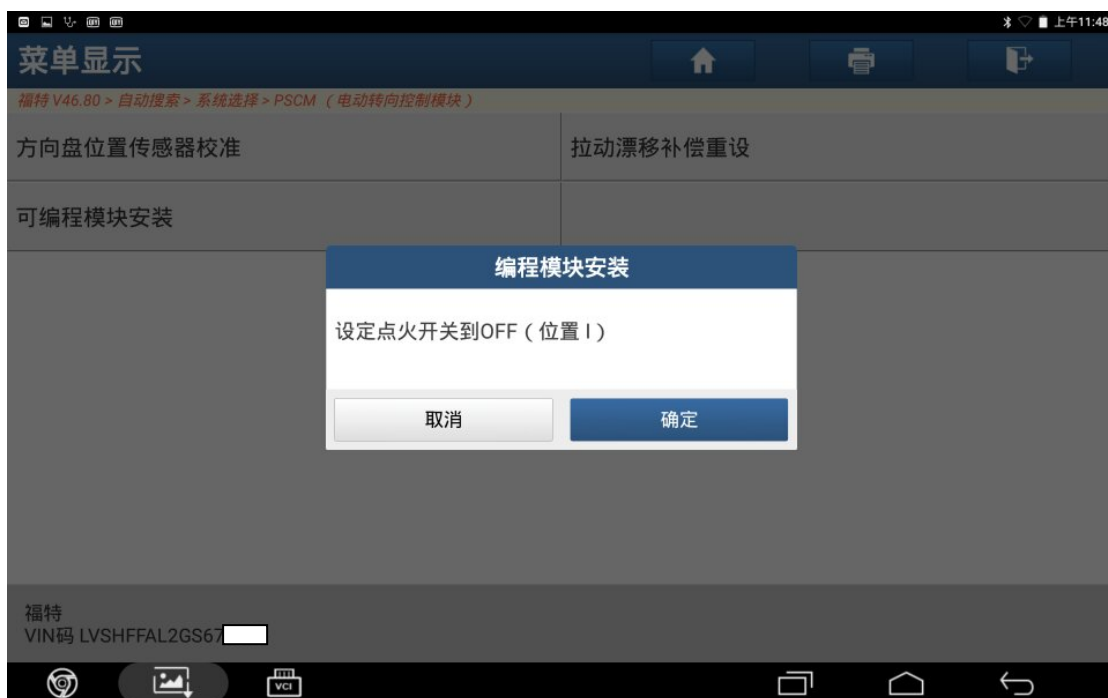

图 9
9). 设定点火开关到 OFF（位置 I），点“确定”，如图 9；